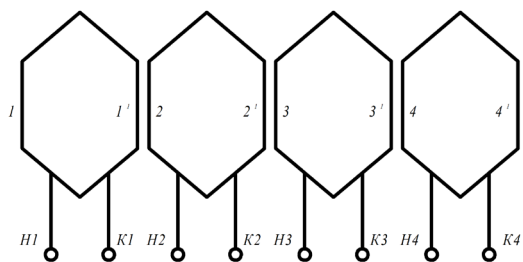
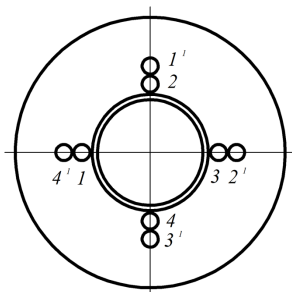
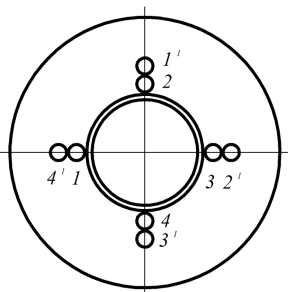

Рис. 26.1
Рис. 26.2
Рис. 26.3
4. На рис. 26.1 изображены четыре катушечные группы фазы двухслойной трехфазной обмотки; на рис. 26.2 и 26.3 – расположение катушечных сторон в пазах статора асинхронной машины. Соедините катушечные группы между собой так, чтобы число пар полюсов асинхронной машины было 4 ($2p = 4$) (рис. 26.2). Покажите направление тока в проводниках обмотки для любого произвольного момента времени t . Постройте картину силовых линий магнитного поля. Соедините катушечные группы так, чтобы число полюсов было 2 ($2p = 2$). На рис. 26.3 покажите направление тока в проводниках для выбранного момента времени t и постройте картину силовых линий магнитного поля. Для рис. 26.2 и 26.3 укажите отрезки окружности статора машины, равные полюсной дуге τ .